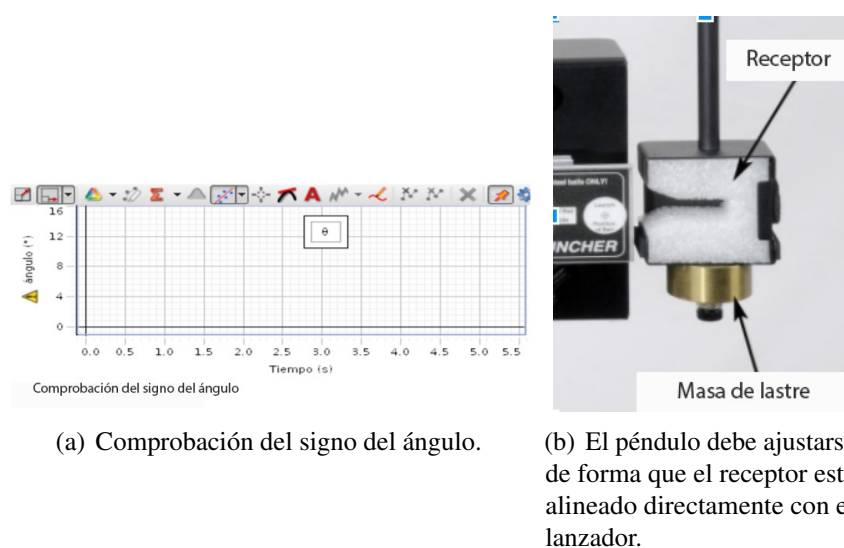

Figura 18.3: Montaje del equipo.
La altura, h , del péndulo se calcula usando el ángulo, θ , y la longitud del péndulo, L , como se muestra en la Figura 18.3. Con el uso de trigonometría, se puede demostrar que:
4. Colocar la masa de 100 g a la parte inferior del colector de péndulo, como se muestra en la Figura 18.3 (b).